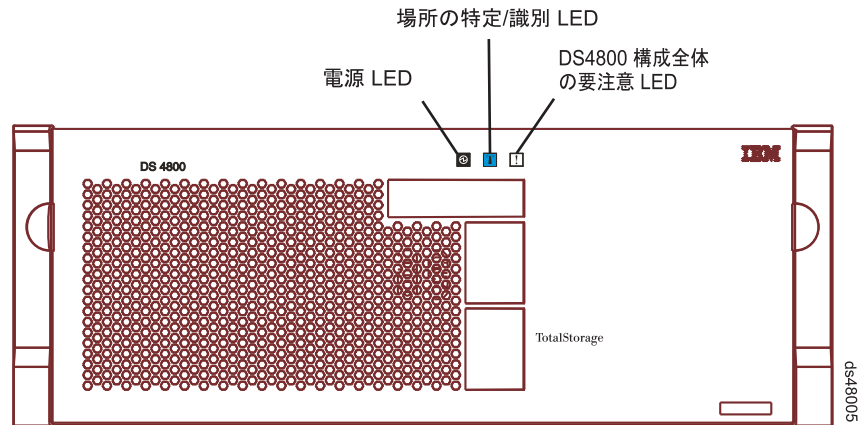

図 100. DS4800 の前面ベゼルにある DS4800 構成全体の要注意 LED
2. ストレージ・サブシステムの前面ベゼルにある DS4800 構成全体の要注意 LED を調べて、障害のある SFP モジュールが含まれているストレージ・サブシステムを突き止めます。(195 ページの図 100 に、前面ベゼルにある DS4800 構成全体の要注意 LED の位置を示します。)